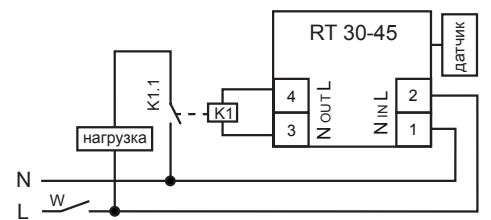

Рис. 3: схема подключения нагрузки мощностью более 4,4 кВт к устройству
- В случае, если мощность нагрузки более 4,4 кВт, то нагрузка подключается к изделию через контактор соответствующей мощности и проводом соответствующего сечения (рис.3).